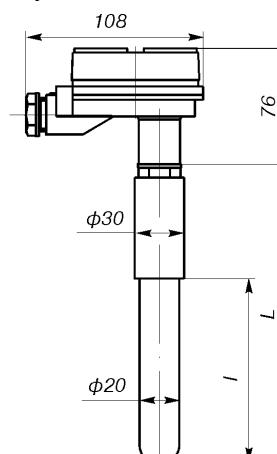

Рис.8.
- 08** по рис.8 (только TXA Метран-201)